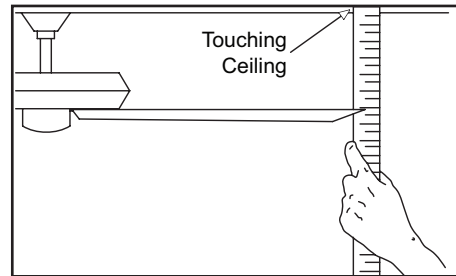

Figura 13
2. La mayoría de los problemas de oscilación del ventilador se deben a que las aspas no están al mismo nivel. Verifica este nivel seleccionando un punto en el techo sobre la punta de una de las aspas. Mide desde un punto en el centro de cada asa al punto en techo. Mide esta distancia como muestra la Figura 13. Gira el ventilador hasta que la siguiente asa quede en posición para medir. Repite el procedimiento para cada asa. Las desviaciones de la medición no deben pasar de 1/8" (3.2 mm). Deja que el ventilador funcione por 10 minutos.